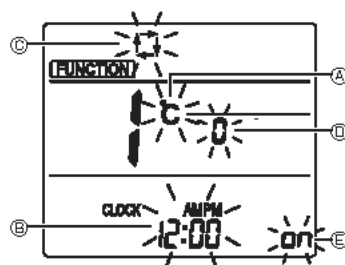

Fig. 7-10
3. Verificare che il n. di funzione "1" sia visualizzato e poi premere il pulsante **▲** ⑤. Verrà visualizzata la schermata Impostazione dello schermo. (Fig. 7-10)